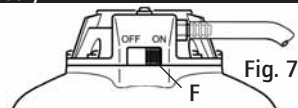

Fig. 7
- De hendel van de By-Pass (Fig. 7-L) op positie ON zetten.